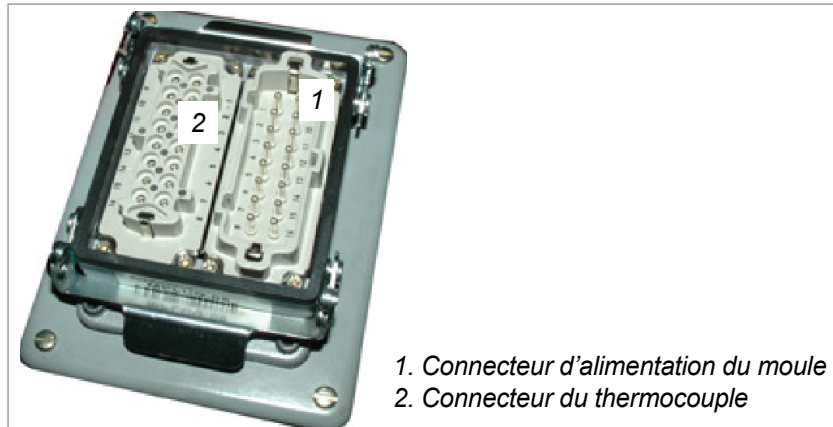

Figure 6-1 Fiche du moule
1. Mesurez la résistance entre chaque paire de fils de thermocouple sur le connecteur de thermocouple du moule. Voir Figure 6-1.